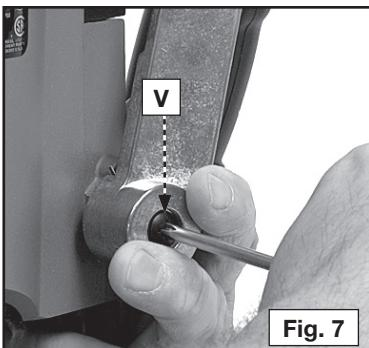

Fig. 7
1. Tenez le levier en position verticale (voir Fig. 7). Utilisez un tournevis à empreinte cruciforme pour retirer la vis de retenue, (V) Fig. 7. Continuez à tenir le levier tout au long des étapes qui restent.
1. Appuyez sur l'interrupteur à gâchette (A), Fig. 7, pour mettre le moteur en marche. Relâchez la gâchette pour arrêter le moteur.
1. relâchez l'interrupteur à gâchette (A), Fig. 7, à la position d'arrêt.